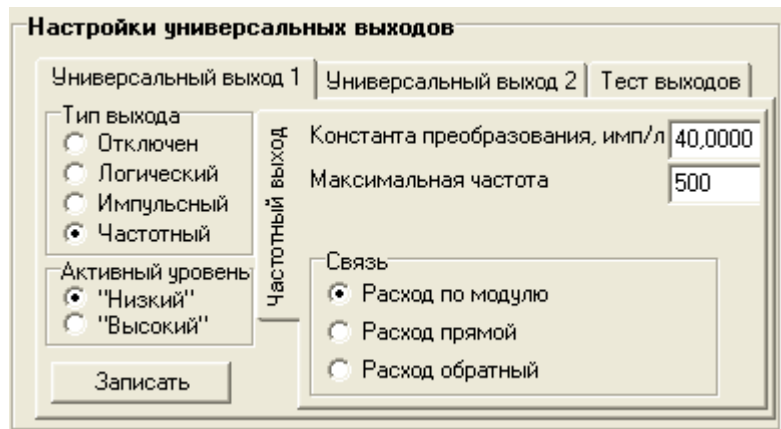

Рис.9. Вид группы «Настройки универсальных выходов».
2.4.1. Установочные параметры универсальных выходов находятся на вкладке **Настройки** основного окна программы «Монитор» в группе **Настройки универсальных выходов** (рис.9).